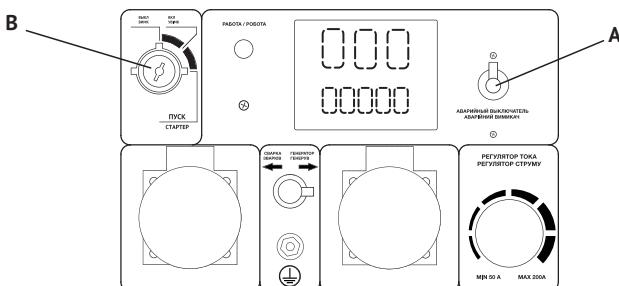

Рис. 8
- Установить ключ в положение ВКЛ (рис.8, **B**).
- Установите автомат защиты (аварийный выключатель) в положение ВЫКЛ (Рис.8, А).
- Поверните ключ в положение ВЫКЛ (Рис.8, В).